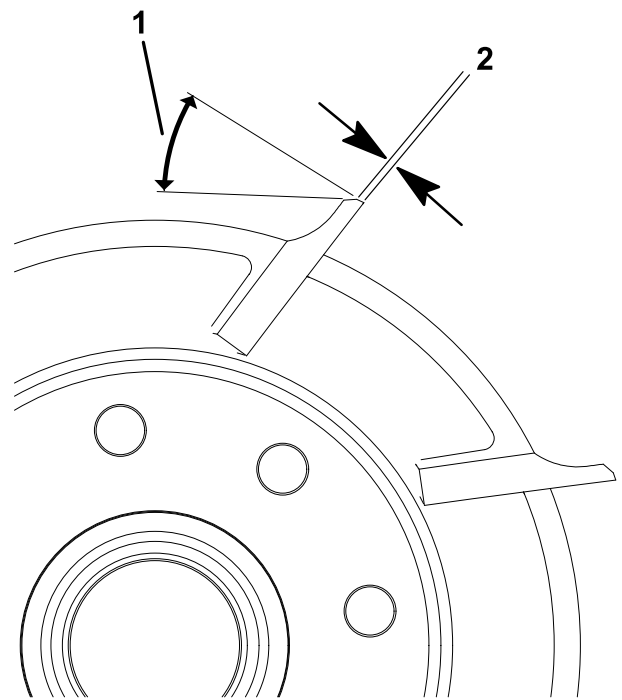

图19
1. 对所有滚刀棱面进行 30° 铲磨直至棱面宽度达到 0.76mm 图19。